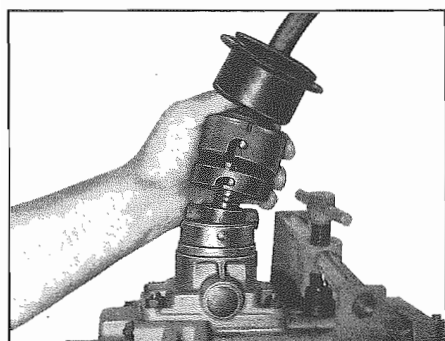

Fig. 4 - Estrazione della leva di comando
Sfilare il soffietto. Liberare la calotta e l'anello di fissaggio. Estrarre la leva di comando dalla testa (627) (Fig. 4). Togliere i dadi (620) e la testa. Togliere la piastra (630).
Remove bellows. Loosen cap and holding ring. Pull shift lever completely out of shift head (627) (Fig. 4). Loosen nuts (620) and remove shift head. Remove washer (630).